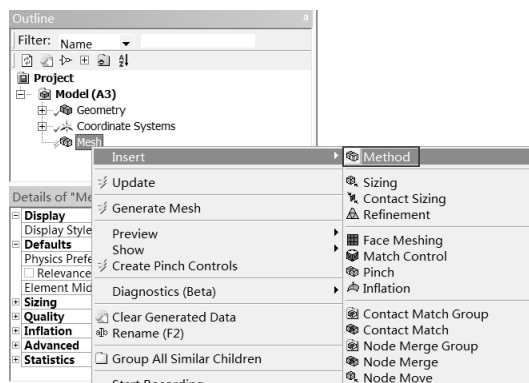

图 3-60 插入网格划分
Step12: 右击 Outline 中的 Project Model (A3) Mesh, 此时弹出一个“网格设置”快捷菜单, 如图 3-60 所示, 在弹出的快捷菜单中选择 Insert Method 命令。